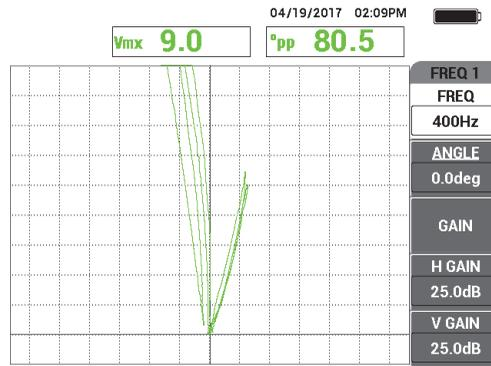

Figura 5-213 La scansione dei due intagli
2. Scansionare lentamente il tubo fino a quando vengono visualizzati i difetti con DI al 40% e DE al 60%. Quando i segnali degli intagli sono visibili sulla schermata del NORTEC 600, premere il tasto FREEZE (❄) [vedere Figura 5-213 a pagina 294].